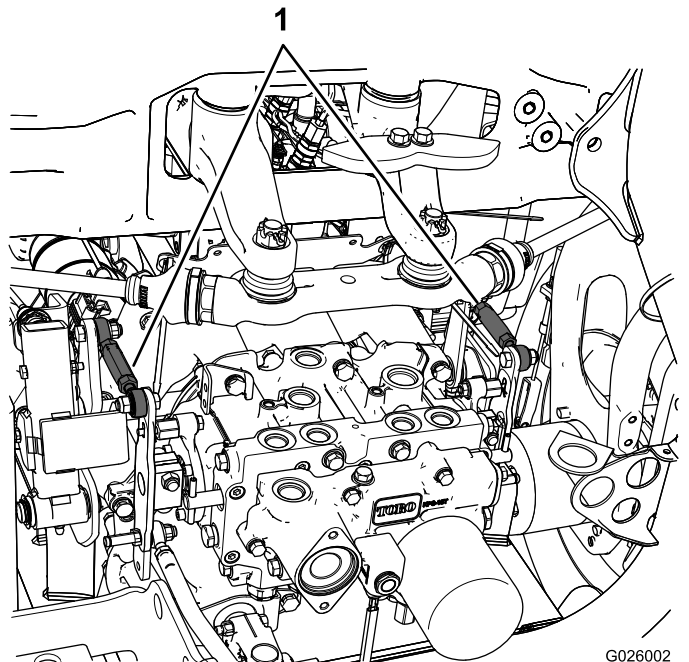

图 48
- 如果左后轮胎正在旋转请松开左侧传动控制杆上的锁紧螺母图 48。